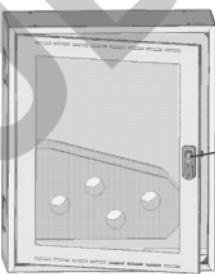

Рисунок 9
6) Необходимо обратно зафиксировать ручку в двери зафиксировав её двумя саморезами 4,2x13 мм в соответствующий паз в двери. (рисунок 9, 9а, 9б)
Рисунок 9 а
Рисунок 9 б